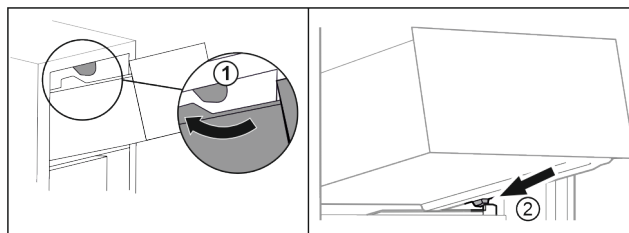

Fig. 102
- ▶ Poprowadzić szufladę wokół górnego stopera. Fig. 102 (1)
- ▶ Założyć szufladę pod skosem za dolnymi stoperami na żebro pojemnika. Fig. 102 (2)